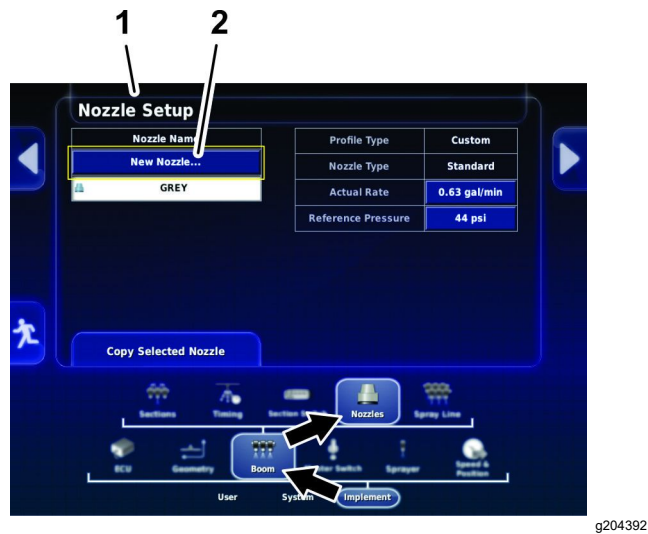

Рисунок 76
- 3. Нажмите на значок навесного орудия (implement), значок стрелы (boom) и значок сопел (nozzles) (Рисунок 76).
- 4. На экране настройки сопла нажмите на значок NEW NOZZLE (НОВОЕ СОПЛО) в верхней части экрана (Рисунок 76).